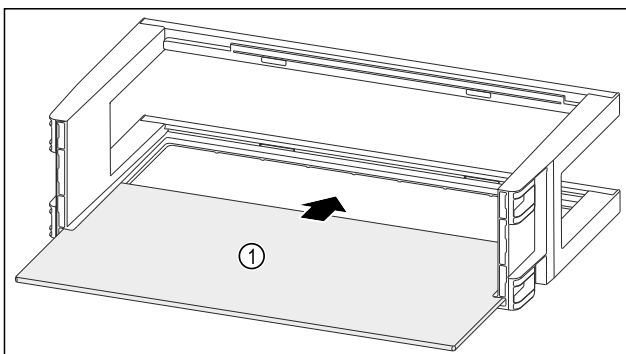

Fig. 142
- ▶ Abstellfläche Fig. 142 (1) in die seitlichen Aussparungen einschieben.